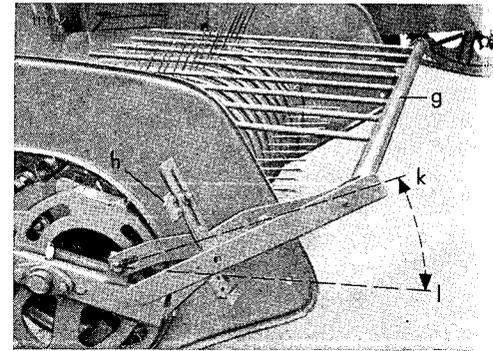

Bild 17
**Niederhalterspannung einstellen** (Bild 17). Der Rechen g ist zwischen zwei Anschlägen frei beweglich und kann je nach Materialmenge nach oben ausweichen.
**Niederhalterhöhe einstellen** (Bild 17): Stellung k für normales Preßgut, Stellung l bei sehr kurzem Material und beim Bergabfahren.
nur so weit absenken, daß Erntegut sauber aufgenommen wird, Bodenberührung vermeiden. **Niederhalter bei Langgut in Stellung k – bei Kurzgut in Stellung I befestigen** (siehe Bild 17).